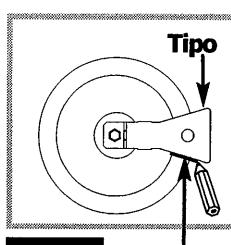

Fig. 2
- ⇒ Com a ajuda de um lápis, trace uma linha na placa de fornalha, no local indicado (**fig. 2**).